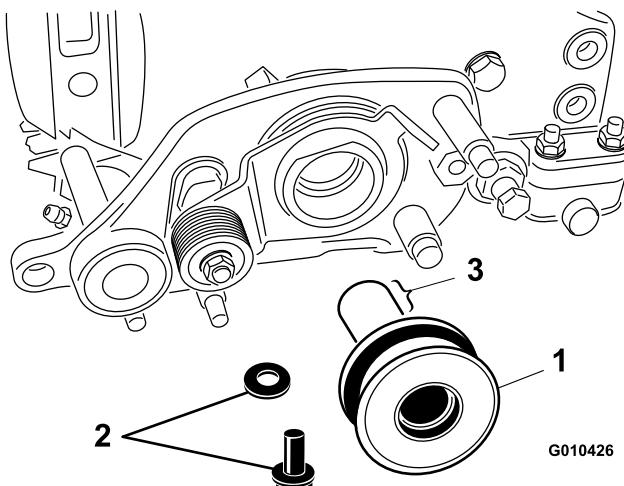

Figure 12
- Appliquez de la graisse sur la cannelure intérieure et la surface extérieure de la poulie (Figure 12).
- Fixez la poulie à l'arbre du cylindre à l'aide d'un boulon (M6 – 1 x 20 mm) et d'une rondelle (Figure 12).